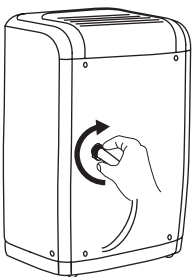

Fig. 3
3. Enrosque la manguera de jardín en la parte roscada del conector. (fig. 3)